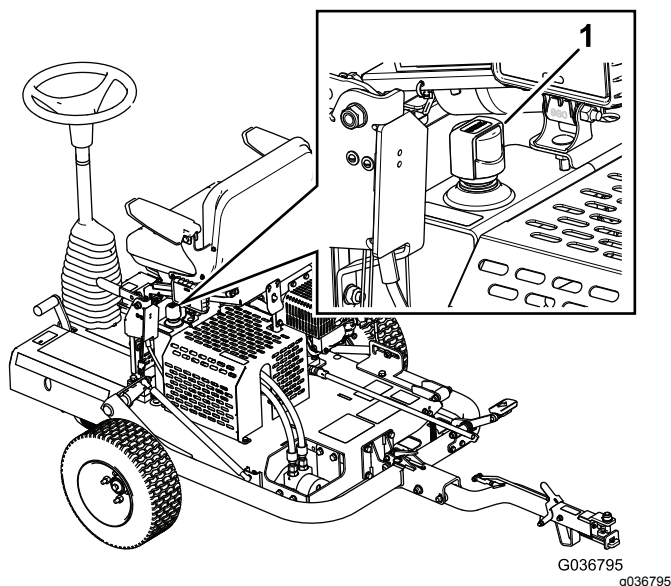

**Figura 19**
- Tirate indietro il dispositivo di chiusura del sedile e inclinate il sedile in avanti (Figura 19).